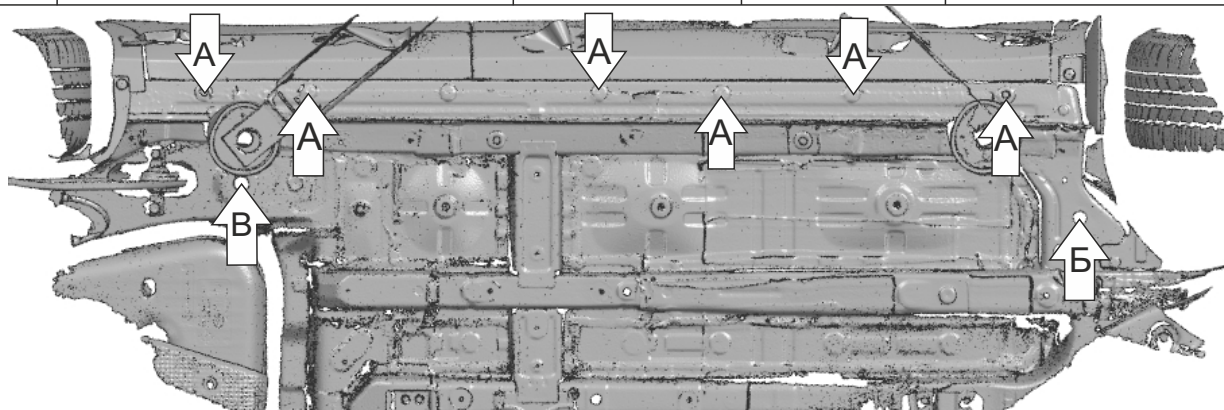

Рис. 2
2. Извлечь резиновые заглушки в позициях(A), над отверстиями установить гайки закладные M8 с усиками (Рис.2).
3. Установить гайки закладные M10 в отверстия (Б, В) (Рис. 2).
4. Закрепить опоры кронштейнов болтами M8x40 с шайбами 8 ув. через втулки 8мм в гайках закладных M8 с усиками (А) (Рис. 2,3).